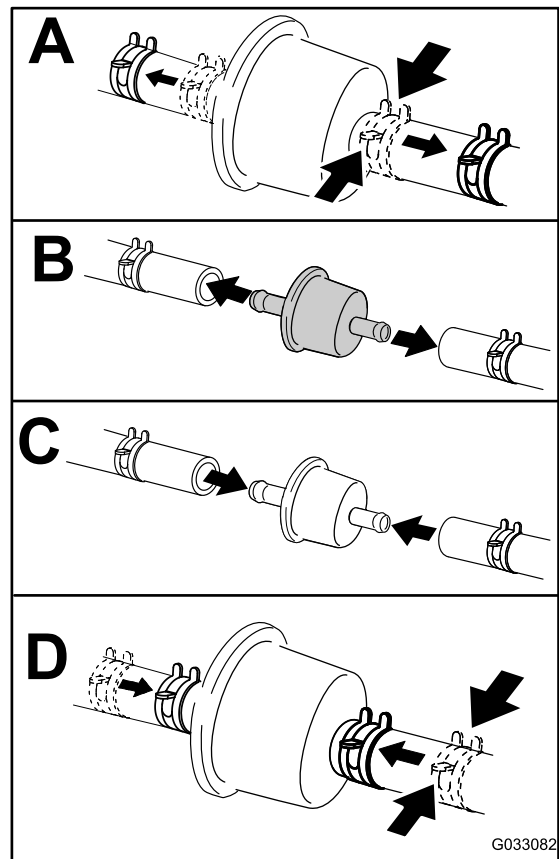

Bild 52
5. Tauschen Sie den Kraftstofffilter aus (Bild 52).
5. Klemmen Sie das Pluskabel (Rot) vom Batteriepol ab (Bild 52).